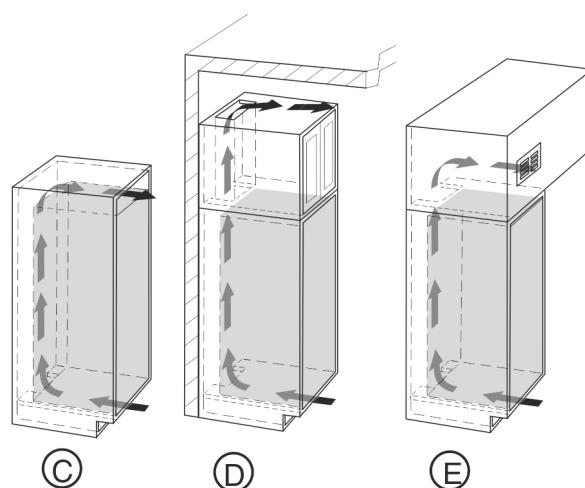

Fig. 6
- En lugar de montar la sección de ventilación superior directamente sobre el aparato con una rejilla de aire opcional Fig. 6 (C), se puede instalar cerca del techo sobre el mueble Fig. 6 (D) o como rejilla para la salida del aire en un falso techo Fig. 6 (E).